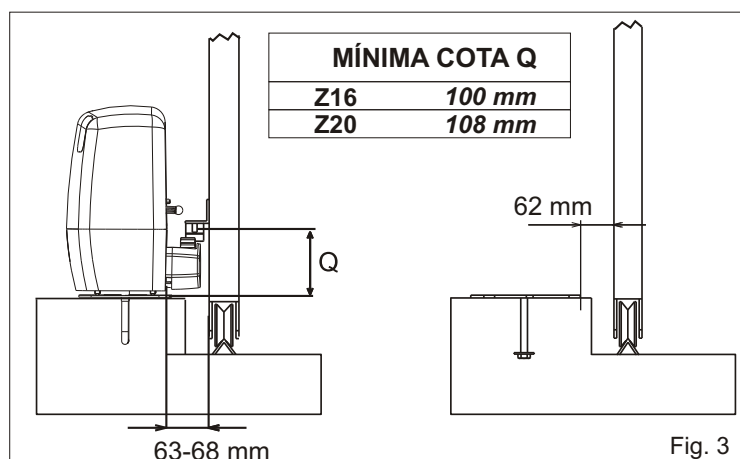
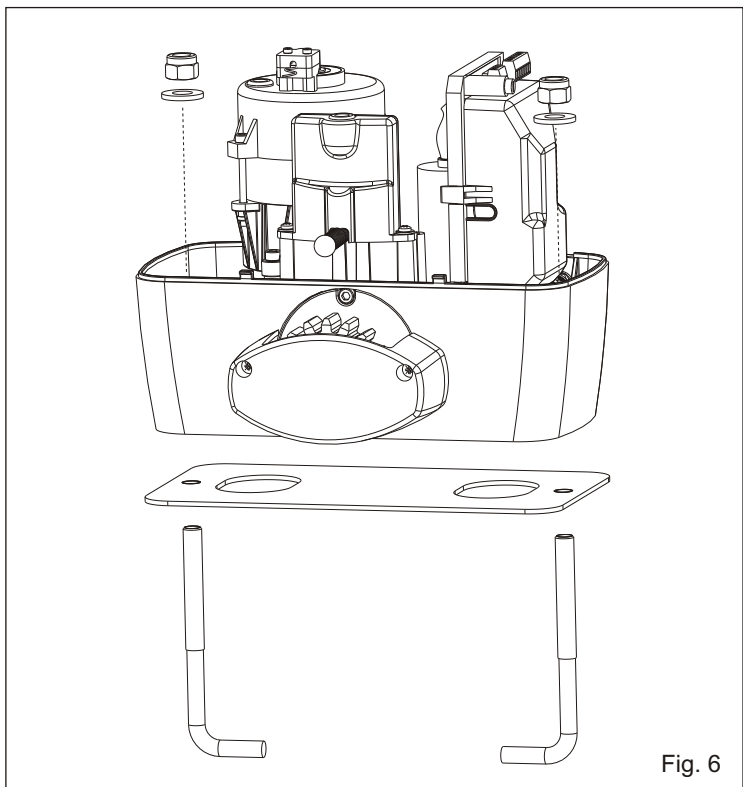

Fig. 3
Fig. 6
2.3. Antes de cementar la placa de anclaje asegurarse que la misma resulte perfectamente horizontal y que sea respetada la medida de 63-68 mm indicada en Fig. 3.
4.2. Fijar el motoreductor a la placa de fundacion mediante los dos dados en dotacion regulando la posicion lateral (Fig. 6) para respetar las medidas citadas en la figura (Fig. 3).